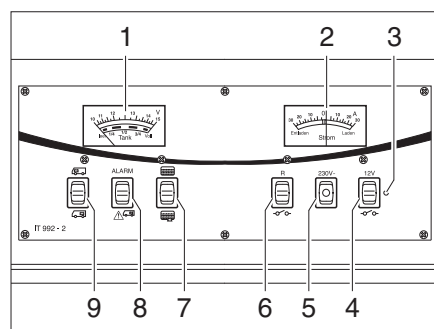

Fig. 169 Panneau de contrôle IT 992
Observer sur l'indicateur de charge/de niveau de réservoir (Fig. 169,1), la graduation supérieure. L'indicateur s'éclaire automatiquement dès qu'un commutateur est actionné.
- Commutateur à bascule (Fig. 169,9) vers le haut "☺" : La tension de la batterie de démarrage est affichée.
- Commutateur à bascule (Fig. 169,9) vers le bas "☹" : La tension de la batterie de cellule est affichée.
Observer sur l'indicateur de charge/de niveau de réservoir (Fig. 169,1) la graduation inférieure. L'indicateur s'éclaire automatiquement dès qu'un commutateur est actionné.
- Commutateur à bascule (Fig. 169,7) vers le haut  : Le niveau du réservoir d'eau est affiché.
- Commutateur à bascule (Fig. 169,7) vers le bas  : Le niveau du réservoir d'eaux usées est affiché.
Le voyant d'alerte rouge ALARME (Fig. 169,8) clignote dès que la charge de la batterie de cellule descend en dessous de 11 V (mesurée en marche) et qu'il y a risque de décharge profonde des batteries.
Cet indicateur (Fig. 169,2) permet de visualiser en permanence le flux de courant actuel de la batterie. L'indicateur s'éclaire automatiquement dès qu'un commutateur est actionné.
L'interrupteur principal 12 V (Fig. 169,4) établit ou coupe le panneau de contrôle et l'alimentation 12 V de la cellule.
- Commutateur à bascule (Fig. 169,4) vers le haut "  " : L'alimentation 12 V de la cellule est assurée. Le voyant de contrôle (Fig. 169,3) s'allume en vert.
- Commutateur à bascule (Fig. 169,4) vers le bas "  " : L'alimentation 12 V de la cellule est coupée. Le voyant de contrôle (Fig. 169,3) s'éteint.
Le voyant de contrôle 12 V (Fig. 169,3) s'allume dès que l'interrupteur principal 12 V (Fig. 169,4) est enclenché.
Le voyant de contrôle jaune 230 V (Fig. 169,5) s'allume si l'arrivée du bloc électrique est sous tension de réseau.
Mise en service: ■ Pousser le commutateur à bascule (Fig. 169,6) vers le haut: le circulateur est mis en service.
Mise hors service: ■ Pousser le commutateur à bascule (Fig. 169,6) vers le bas "☐": le circulateur est désactivé.